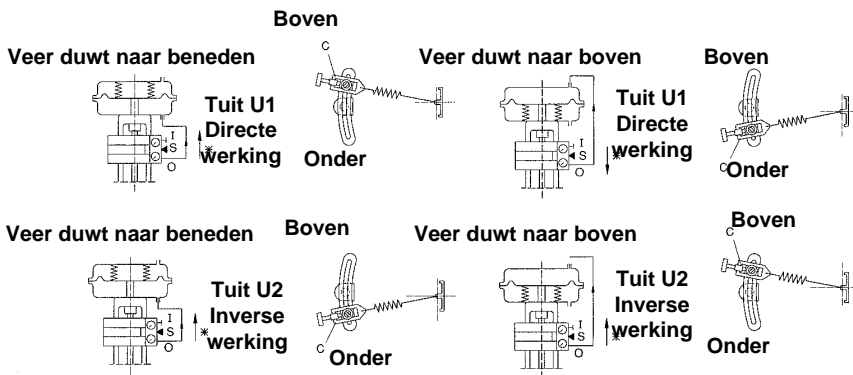

Fig.9
6.1 Direct of omgekeerde werking (Fig.9)
Zie Fig. 9 en plaats de glijder (C) in de sleuf in functie van de karakteristieken van de regelklep en van de vereiste werking. Noteer dat de glijder zich dicht bij het center zal bevinden voor een regelklep met grote lichthoogte en verder verwijderd van het center bij kleine lichthoogte.